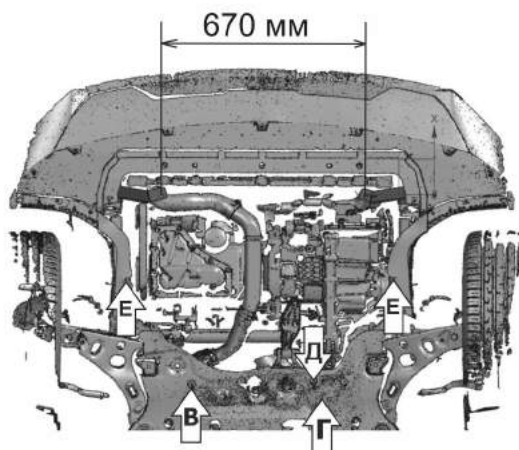
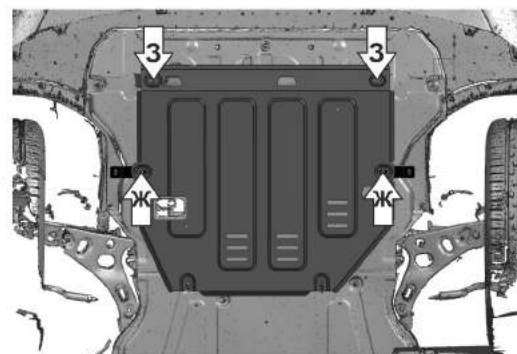

Рис. 2
Рис. 3
4. Установить гайки закладные М6 с усиком в подрамнике. В левой части подрамника закладную М6 установить над отверстием (В), в правой части подрамника закладную М6 протянуть через отверстие (Г) и установить над отверстием (Д), закрепив закладную усиком в отверстии (Г) (рис.2).
6. Установить кронштейны 3,4, закрепить штатным крепежом в позициях (Е) (рис.2).
7. Просверлить в штатном пыльнике отверстия диаметром 20мм соответствующие крепежным точкам в позициях (Ж) (рис.3).
8. В гайки закладные М6 вкрутить болты М6х40 с шайбами 6 и 8 через втулки 14 мм (В) и (Д) (рис.2).
9. Установить защиту поверх штатного пыльника. Заднюю часть защиты завести открытыми пазами на вкрученные болты М6х40 с шайбами 6 и 8 через втулки 14 мм (В) и (Д) (рис.2). Среднюю часть закрепить болтами М8х16 с шайбами 8 к кронштейнам в позициях (Ж). Переднюю часть защиты закрепить болтами М8х25 с шайбами 8 к установленным кронштейнам (З) (рис.3).